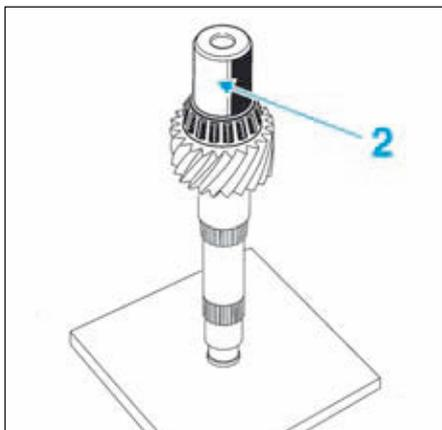

FIG.27
- Reposer le roulement à l'aide d'un mandrin de diamètre approprié (indice "0") (2) faisant parti du coffret [1] (Fig.27).